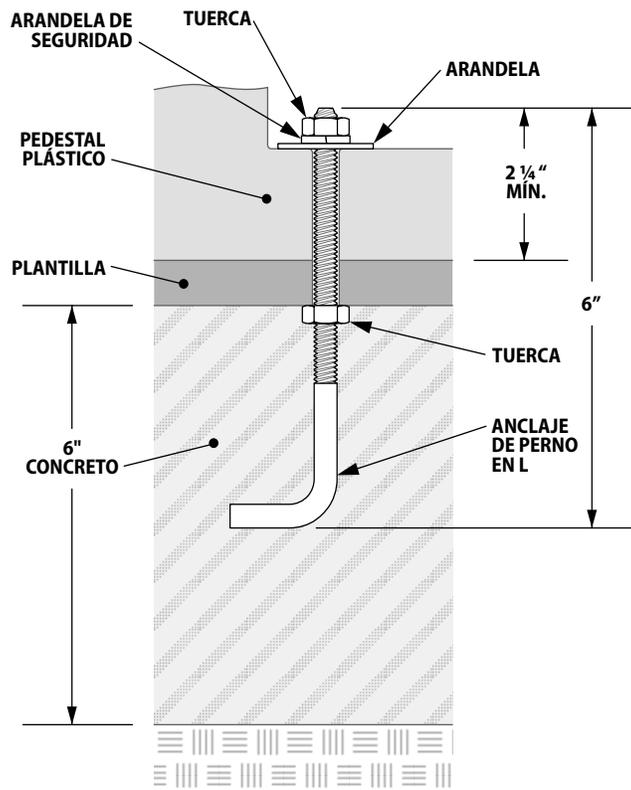

Figura 1
1. Atornille las cuatro tuercas de acero inoxidable de 5/16" sobre los pernos en L (consulte la Figura 1).